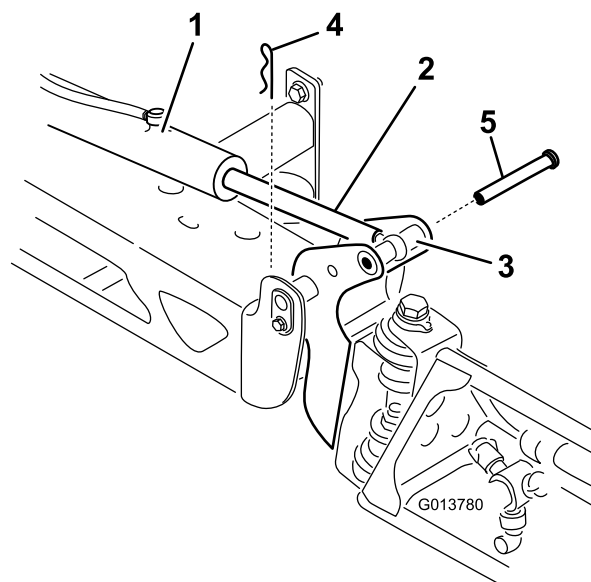

Figure 101
3. Élevez la rampe et retirez l'axe (Figure 101), puis abaissez lentement la rampe au sol.
2. Retirez la goupille fendue de l'axe de pivot (Figure 101).
9. Tout en maintenant la rampe, insérez l'axe dans le pivot de rampe et la tige de vérin (Figure 101).